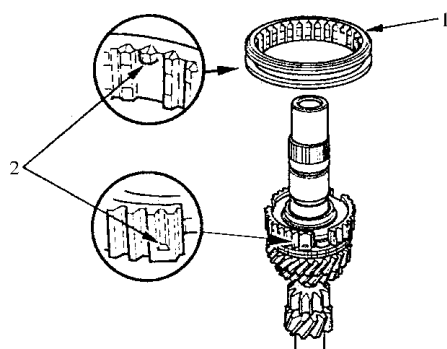

图 4-75 安装 3 档/4 档同步齿套
- 4) 将 3 档/4 档同步齿套与同步毂的止动块对齐，如图 4-75 所示，安装 3 档/4 档同步齿套。安装之后，检查 3 档/4 档同步毂的运行情况。